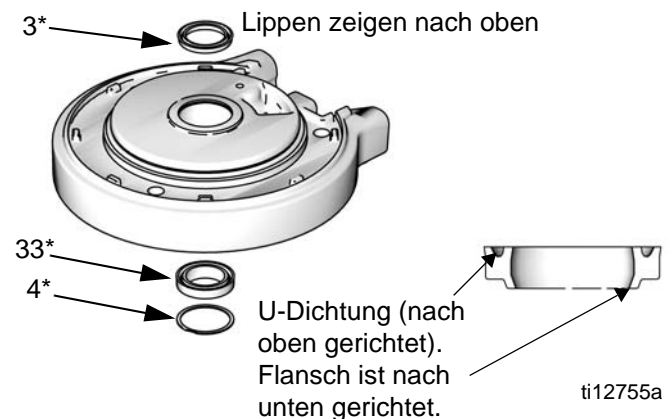

ABB. 7. Installation der Luftmotor-U-Dichtungen
1. Den O-Ring (9*) einfetten und auf die obere Abdeckung (13) einsetzen.
2. **Nur 24G787:** Den oberen Kolbenstoßring (29) in die obere Abdeckung (13) einsetzen.
3. Die Innenseite des Zylinders (11) einfetten. Den Zylinder (11) auf die obere Abdeckung (13) absenken.
4. Den O-Ring (8*) einfetten und auf den Kolben (5) platzieren.
5. Die Baugruppe Kolbenbau (5) in den Zylinder (11) schieben. Dabei sicherstellen, dass der O-Ring (9*) an seinem Platz bleibt.
6. Siehe ABB. 7. Eine neue U-Dichtung mit Flansch (33*) schmieren und an der Unterseite des Lagers in der unteren Abdeckung (1) anbringen. Der Dichtring muss nach oben weisen und der Flansch muss nach unten weisen. Neuen Dichtring (3*) einfetten und von oben in das Lager einbauen. Die Dichtlippen müssen nach oben weisen. Haltering (4*) einbauen.
- ① Das Anzugsmoment variiert je nach Motorgröße: Modell 24G785: 15–18 N•m (11–13 ft-lb) Modelle 24G786, 24G787, 24R015, 24R491: 34–40 N•m (25–30 ft-lb)
- ② NLGI Nr. 1, ein Fett auf Bentonitbasis auftragen.
- ③ U-Dichtung (nach oben gerichtet). Flansch (Dichtung nur unten) ist nach unten gerichtet. Für weitere Informationen hierzu siehe ABB. 7, auf Seite 12.
- ④ Mit 11-12 N•m (95-105 in-lb) festziehen.
- ⑤ Entsprechendes Sanitärschmiermittel auftragen.
- ⑥ Rohrdichtmittel (Modelle 24R015, 24R491 und 24W754) oder Schmiermittel (Modelle 24G785, 24G786 und 24G787) auftragen.
- ⑦ Drehmoment 41–47 N•m (30–35 in-lb) ⑧ Durch Drücken einrasten.